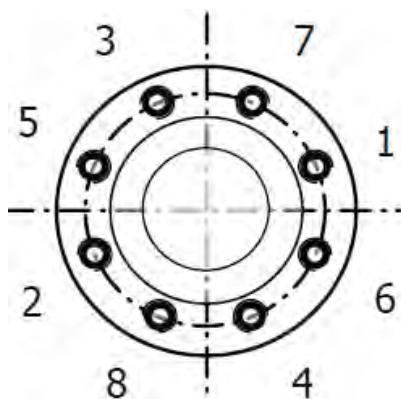

Рис. 1. Последовательность затягивания монтажных болтов
- 1.3. Затягивание монтажных болтов необходимо производить равномерно по диаметрально противоположным парам (см. рис. 1) при помощи динамометрического ключа. Вращающий момент не должен превышать значений, указанных в табл. 2.3-2.4 Приложения 2 «Паспорта» на счетчик.